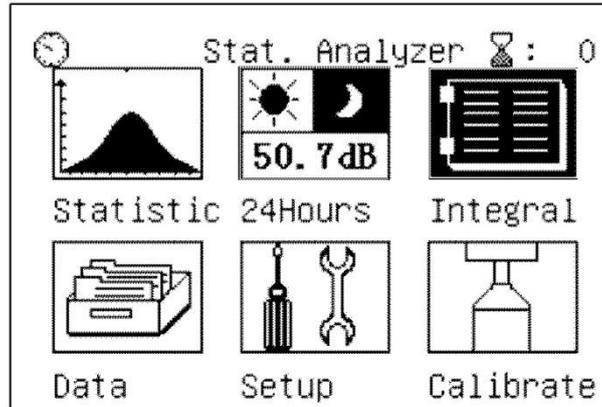

Fig. 19: Selecção da análise Integral
1. Seleccionar, com os botões “◀” ou “▶”, o ícone “Integral” (ver Fig. 19) e confirmar com “↔”